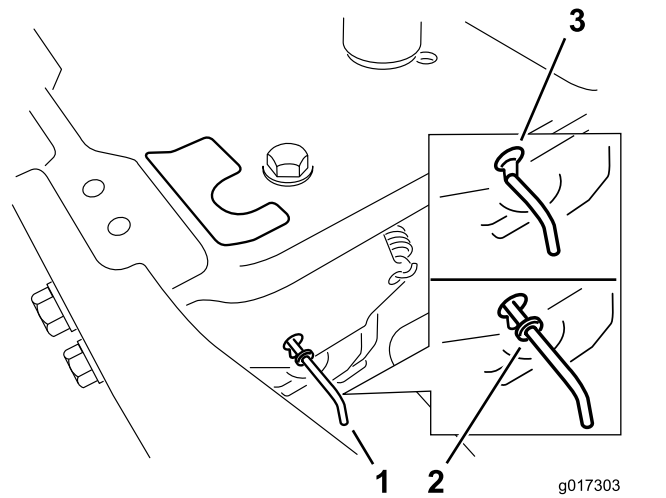

Bild 19
Schieben Sie die Bypasshebel nach hinten durch das Schlüsselloch und nach unten, um sie zu arretieren, wie in Bild 19 dargestellt.
- Schieben Sie die Bypasshebel nach vorne durch das Schlüsselloch und nach unten, um sie zu arretieren (Bild 19).